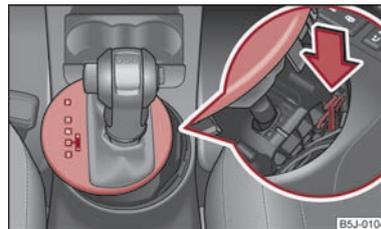

Abb. 86 Wählhebel-Notentriegelung
- Drücken Sie das gelbe Kunststoffteil mit dem Finger nach unten ⇒ **Abb. 86**.